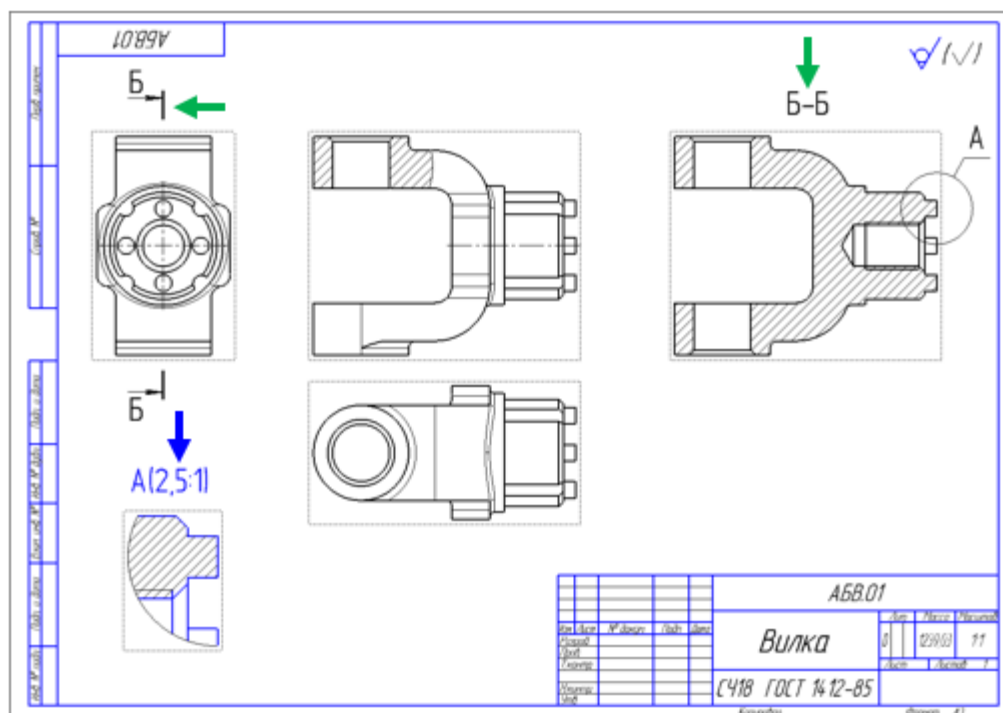

Рисунок 21.
- Укажите положение вида на чертеже (синяя стрелка) (рис. 21).